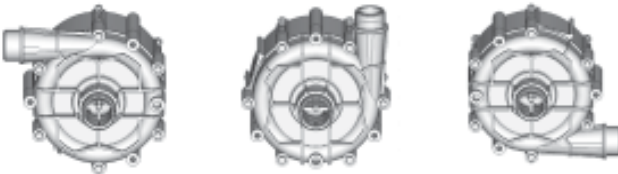

Bild 8.3.1 B – Mögliche Position des Pumpenteils
- Falls nötig führen Sie Wellenmuffe (Bild 8.3.1 C - Pos.B) in die Rückseite des Magnetantriebs (Bild 8.3.1 C - Pos.A) ein.